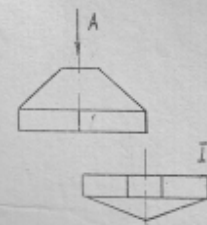

Рис. 5
6. Укажите название вида, выполненного по стрелке А и обозначенного цифрой I на рис. 5.
7. Какую надпись следует выполнить над изображением, обозначенным цифрой I на рис. 5?